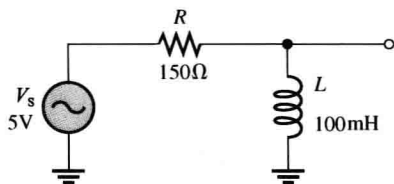

图 12-55
31. 用与习题 30 同样的方法，画出图 12-55 中电路的频率响应曲线。
32. 画出图 12-55 中的电路在频率 500Hz 时的电压相量图。